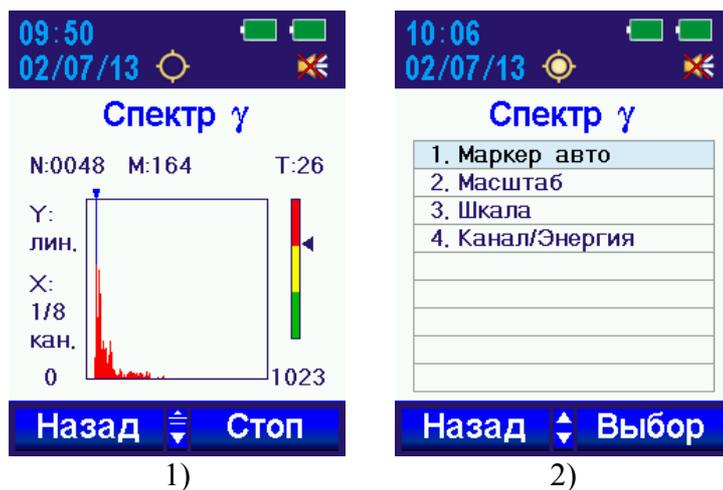

Рисунок 7.8
При снятии спектра на ЖКИ индицируется нарастающее изображение накапливаемого спектра и время, прошедшее с начала накопления спектра, рисунок 7.8 (1). Отображение спектра на ЖКИ обновляется каждые 10 с.
В режиме регистрации сцинтилляционного спектра при выборе команды МЕНЮ осуществляется, рисунок 7.8 (2):